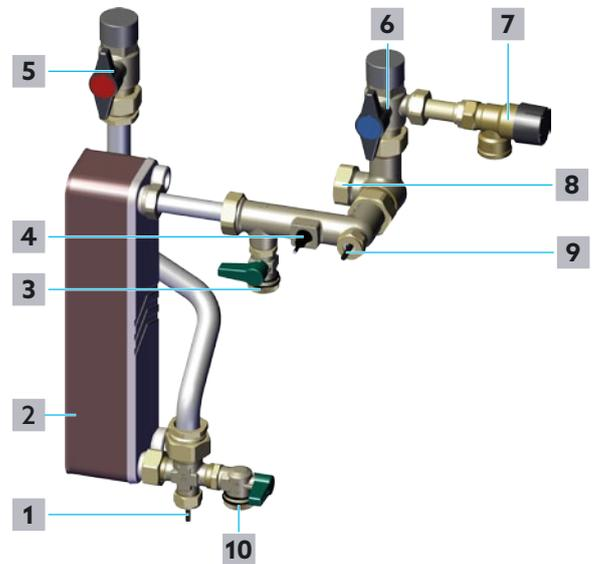

Fig. 19: Remplissage et purge du circuit E.C.S.
- 1 Ouvrir lentement le robinet d'arrêt à tournant sphérique - Eau chaude sanitaire (position **5** sur la Fig. 19 en page 24 et position **10** sur la Fig. 2 en page 11).
- 2 Ouvrir lentement le robinet d'arrêt à tournant sphérique - Eau potable froide (position **6** sur la Fig. 19 en page 24 et position **11** sur la Fig. 2 en page 11).
- ▶ Si des bruits persistent dans le circuit E.C.S. dus à des inclusions d'air, ouvrir légèrement le robinet de vidange et de remplissage à tournant sphérique - Eau chaude sanitaire (position **10** sur la Fig. 19 en page 24 et position **16** sur la Fig. 2 en page 11) jusqu'à ce que seule l'eau s'écoule.